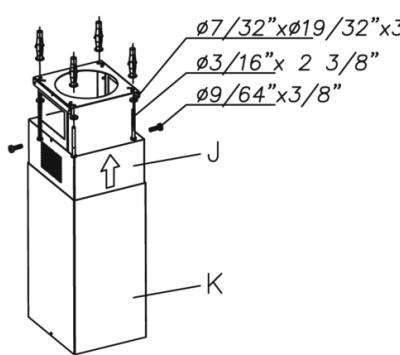

Fig. 4
- Fijar el techo la estructura telescopica anteriormente regulada mediante 4 tornillos y arandelas. (Fig. 4).
- Introducir el tubo J con la rejilla en la parte superior y fijarlo a la estructura telescopica mediante 2 tornillos. (Fig. 4).